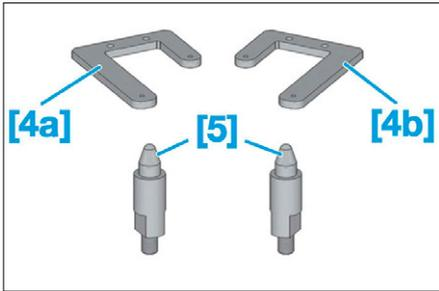

FIG. 71
- [4a]. Plaque (réf. 0629-A) (Fig.71).